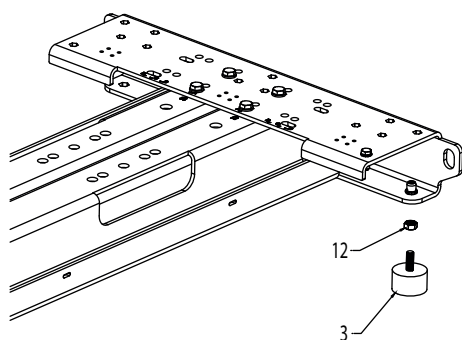

Fig. 3: Höhenausgleich
Ein geringfügiger Höhenausgleich zur Standsicherung ist durch die Schwingungsdämpfer im Rahmen möglich (Fig. 3, Pos. 3).
- Kontermutter lösen (Fig. 3, Pos. 12).
- Schwingungsdämpfer (Fig. 3, Pos. 3) nach Bedarf ein- oder herausschrauben.
- Kontermutter wieder fixieren (Fig. 3, Pos. 12).
- Sicherstellen, dass alle Schwingungsdämpfer montiert und mit der Gewindemutter gekontert sind (Fig. 3, Pos. 12).